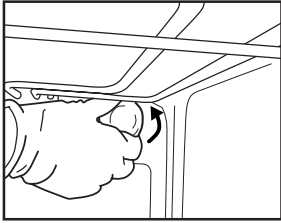
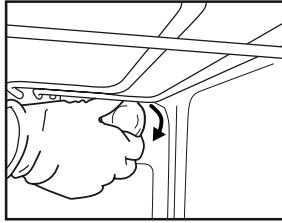

Fig. 6
Fig. 7
2. Draai het beschermkapje los (fig. 6), vervang het lampje (zie de opmerking voor het type lampje) en draai het beschermkapje weer vast (fig. 7).